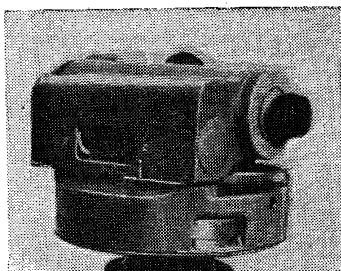

Рис. 20. Нивелир НТ
3.18. Нивелир НТ (рис. 20) предназначен для производства технического нивелирования и геодезических работ в строительстве.